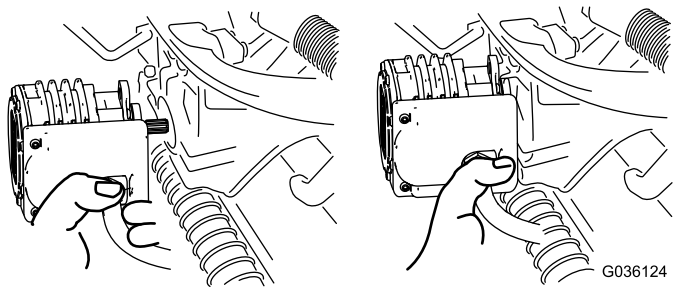

図 73
5. 外したモータは、サスペンションアームの前端にある一時保管位置にセットしておく 図 73。